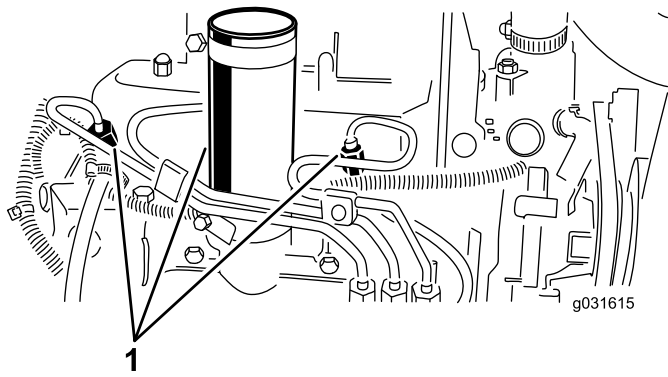

Figure 52
1. Desserrez le raccord entre l'injecteur n° 1 et le porte-injecteurs (Figure 52).